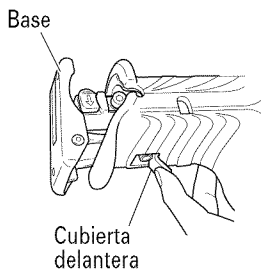

Fig. 12
- (1) Levante la cubierta hacia arriba, tal como se indica en la Fig. 12.